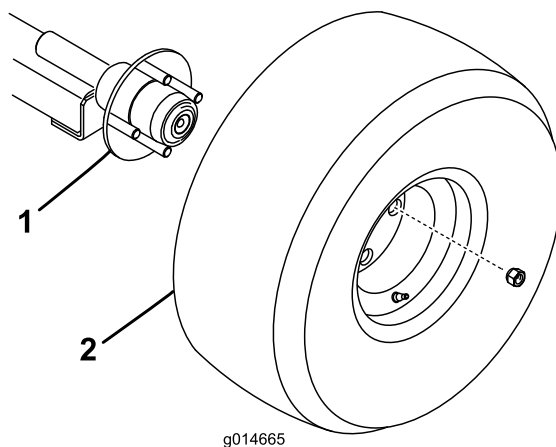

Figura 4
1. Montate un gruppo ruota su ogni mozzo dell'assale con 4 dadi ad alette (Figura 4).